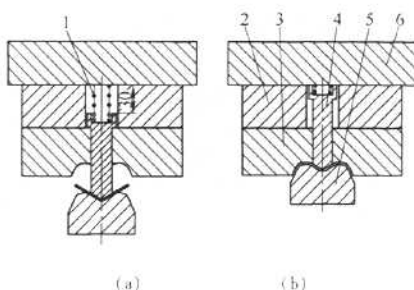

图5 倒装式
(2) 倒装式模具设计 图5为倒装式模具设计示意图，其工作过程：凹模做成分块形式，活动凹模4在弹簧作用下露出固定凹模3，如图5a所示，且弹簧力大于工件成形弯曲力，则工件在活动凹模作用下开始弯曲成形。当活动凹模4带料与冲头5碰死，两者保持料厚0.5mm时，工件中心的120°，半径3mm的V形成形完毕。此时上模继续下行，弹簧被压缩，工件的两条侧边